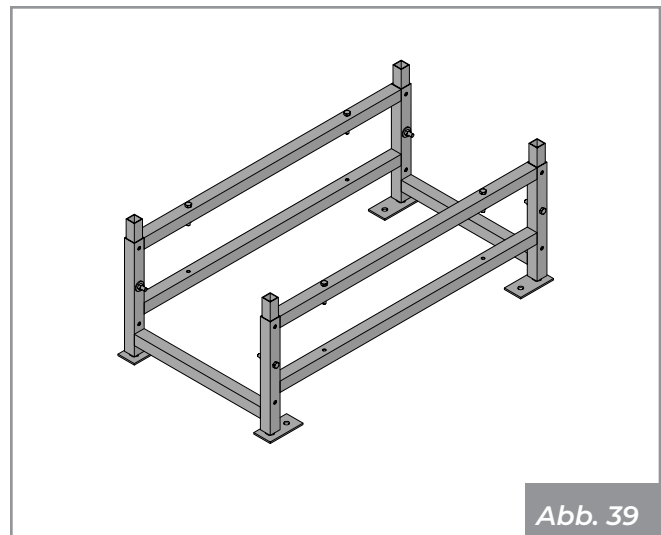

Abb. 39
- Untergestell-Kit (**Abb. 39**).